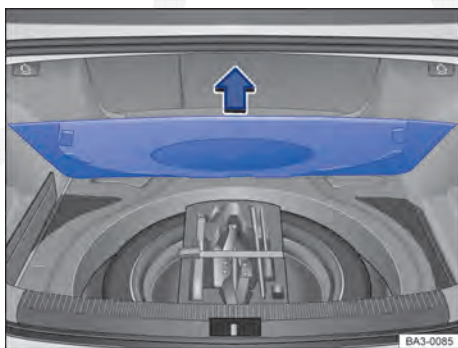

Fig. 233 No compartimento de bagagens sob o revestimento do assoalho: roda sobressalente e ferramentas do veículo.
- Levantar o revestimento do assoalho ⇒ Fig. 233 (seta) e, se for necessário, retirá-lo.